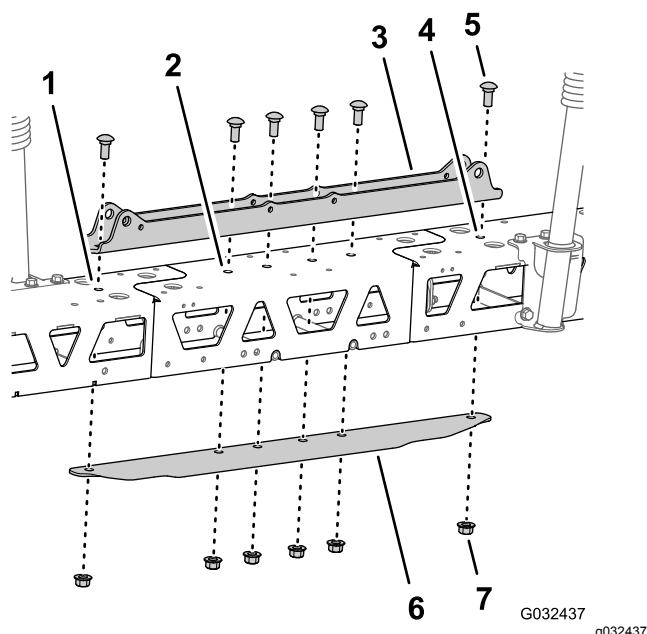

Figura 55
- Alinhe os orifícios da montagem do cilindro com os orifícios na linha central da estrutura da armação e da extensão da rampa central (**Figura 55**).
6. Insira a placa de ancoragem na estrutura da armação e na extensão da rampa central e alinhe o orifício da placa com os orifícios na linha central das armações e da extensão da rampa (Figura 55).
7. Monte a montagem do cilindro, as armações, a extensão da rampa central e a placa de ancoragem com os 2 parafusos de carroçaria (½ pol. x 1¼ pol.) e as 2 porcas de bloqueio flangeadas (½ pol.) que retirou no passo 2 de Separação das armações da secção de pulverização central \(página 28\) e com os quatro parafusos de carroçaria (½ pol. x 1¼ pol.) e as quatro porcas de bloqueio flangeadas (½ pol.) do kit de acabamento de sistema de pulverização GeoLink (Figura 55).